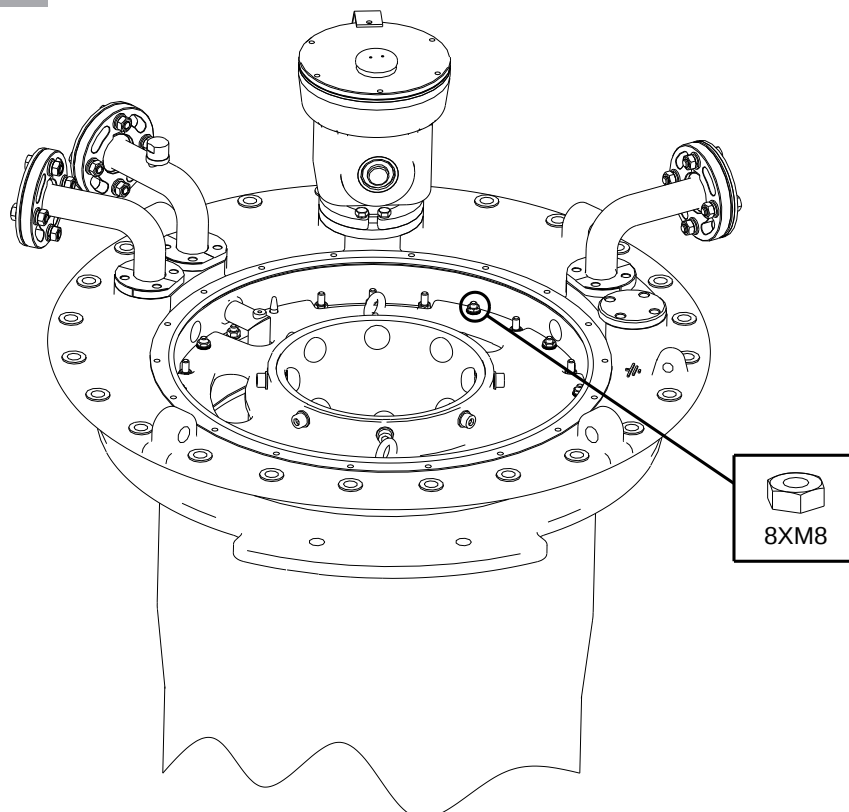

图 5-4
4. 拆下法兰圈上的非红色油漆区域的紧固螺母 (9 个 M8 螺母, 13 号扳手, 有弹簧垫圈) (见图 5-4)。